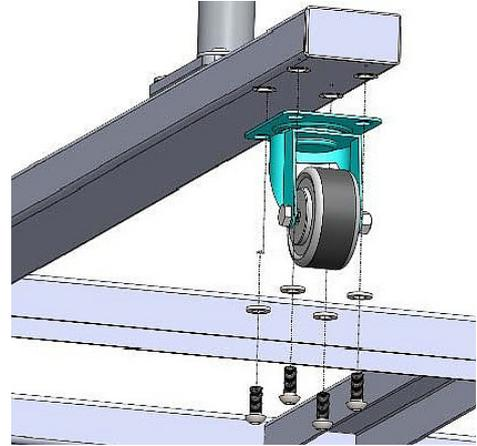

Abb. 6: Räder montieren
Schritt 2: Befestigen Sie die Räder mit Hilfe der Schrauben und Unterlegscheiben am Fahrgestell (Abb.6).